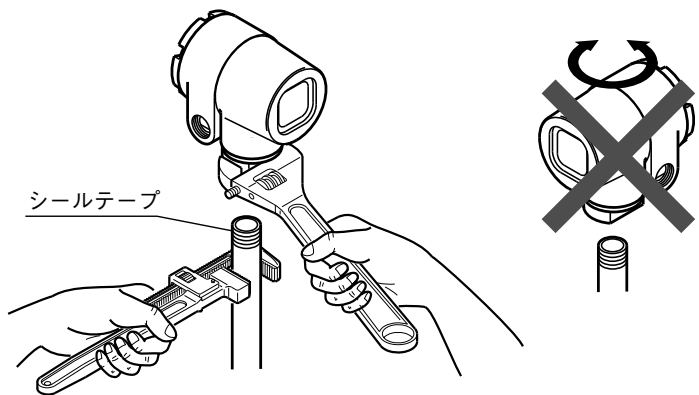

図2-2 設置上の注意事項
- ・ 本器の接液部と導圧配管をスパナなどで確実にしめてください。その際スパナは接液部の平行面取り部をくわえてください。本器のケース部を持って締め付けることはしないでください。故障の原因となります。(図2-2参照)